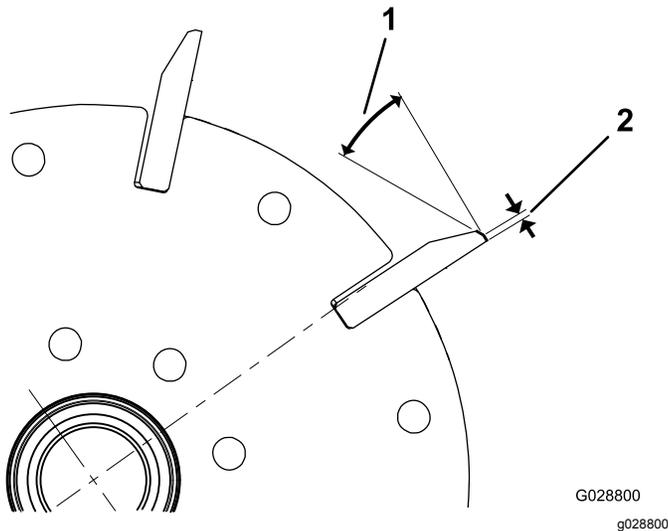

Figura 64
1. Aplique uma amolação de 30° em todas as lâminas do cilindro até a largura ser 1,3 mm (Figura 64).